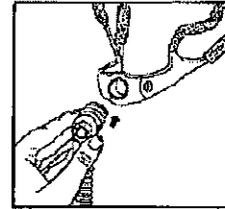

Figura 11
- 11- Una vez limpio, vuelva a colocar el codo con el tubo integrado en el armazón (figura 11).